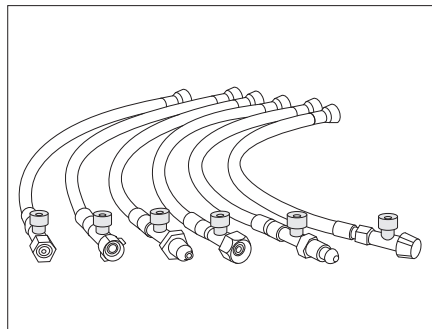

Bild 190 Hochdruckschläuche mit Schlauchbruchsicherung (länderspezifische Varianten)
- Grünen Knopf am Hochdruckschlauch (Bild 190) kräftig drücken.